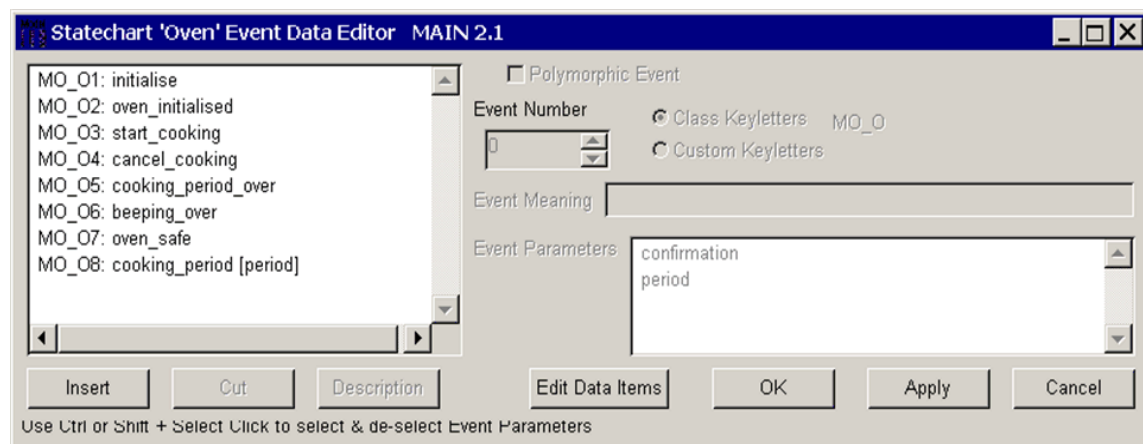

図 4-12: ステートチャートのイベントデータエディタ
- 右クリックして、ダイアグラム要素が何も表示されていないときに実行できるアクションのメニューを表示します。[Event Data Editor] を選択します。イベントデータエディタが別のウィンドウに表示されます (図 4-12)。